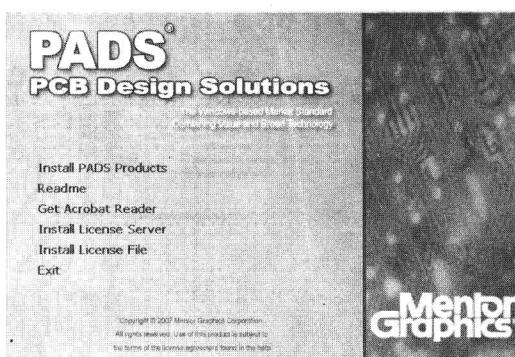
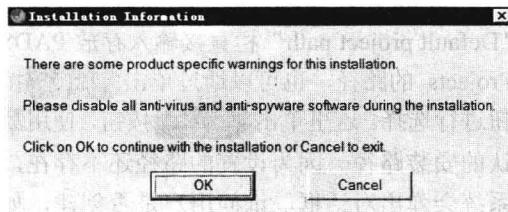
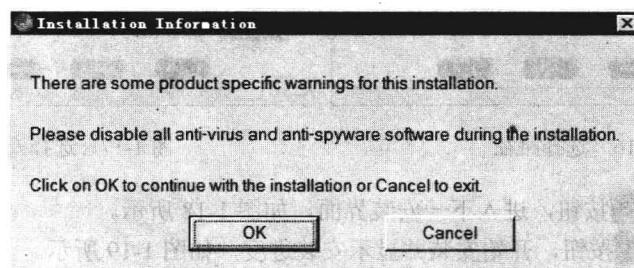

图 1-1 PADS2007 安装对话框
图 1-9 “Installation Information” 对话框
图 1-22 ‘Installation Information’对话框
① 插入光盘到光驱中，开始进行 PADS 的安装，将弹出如图 1-1 所示的 PADS2007 安装对话框。
(2) PADS 软件的安装
① 在图 1-1 所示的安装对话框中单击“Install PADS Products”图标，弹出“Installation Information”对话框，如图 1-9 所示，提示关闭杀毒软件和防火墙。
⑭ 单击按钮 **Done**，系统返回到 PADS 安装界面，如图 1-1 所示。
⑯ 在图 1-1 所示的 PADS 2007 安装界面中单击“Install Licence File”，安装 License 文件，系统同样会弹出“Installation Information”对话框，如图 1-22 所示，提示关闭杀毒软件和防火墙。